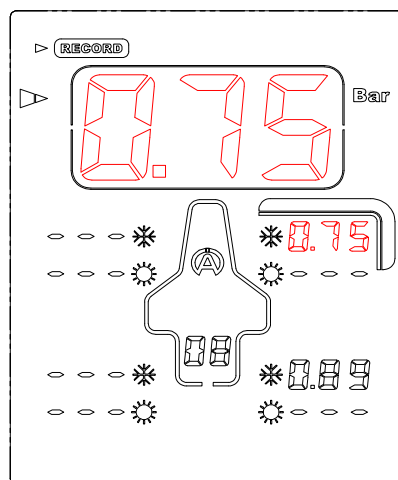

Figura 4
- 4) Pressione o botão central  para gravar a pressão medida; em seguida o ponto de captação apresentado no ecrã desloca-se automaticamente para outro pneu, observando a sequência programada no menu SETUP. No exemplo (*figura 4*), o aparelho posiciona-se no pneu frontal direito.
- 5) Coloque o sensor do Tyrecontrol na válvula do pneu (*figura 4*).